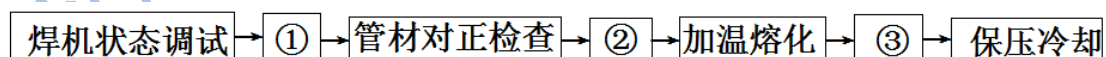

图2 HDPE管焊接施工工艺流程图
项目部进场后，确定了本工程的施工质量控制要点，重点加强施工过程质量控制，确保施工质量；项目部编制了渗沥液收集导排系统和防渗系统的专项施工方案，其中收集导排系统采用 HDPE 渗沥液收集花管，其连接工艺流程如图 2 所示。
4. 指出工艺流程图 2 中①、②、③的工序名称。